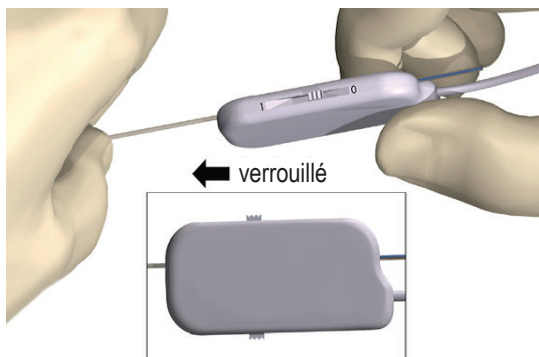

Figure 10 : Fixation de la sonde DBS dans le connecteur du câble de salle d'opération 1x8
- Poussez l'extrémité de la sonde DBS dans le port jusqu'à son arrêt. Tenez la sonde DBS en place tout en glissant le levier de verrouillage en position (1) verrouillée (Figure 10).